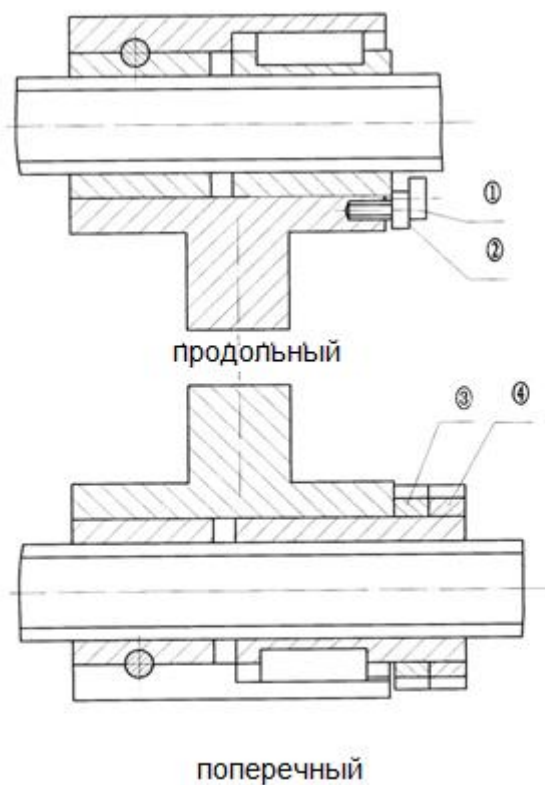

Рис. 8
11.4. Продольная регулировка зазора между гайкой и винтом. (Рис. 8)